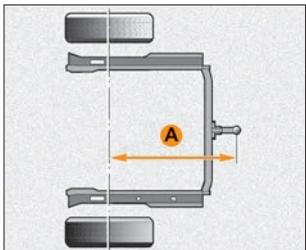

Рис. 5.15.1. Схема размещения ТСУ
- выдержать расстояние **А** (рис. 5.15.1) от оси задних колес до центра шаровой опоры по оси 835...920 мм;